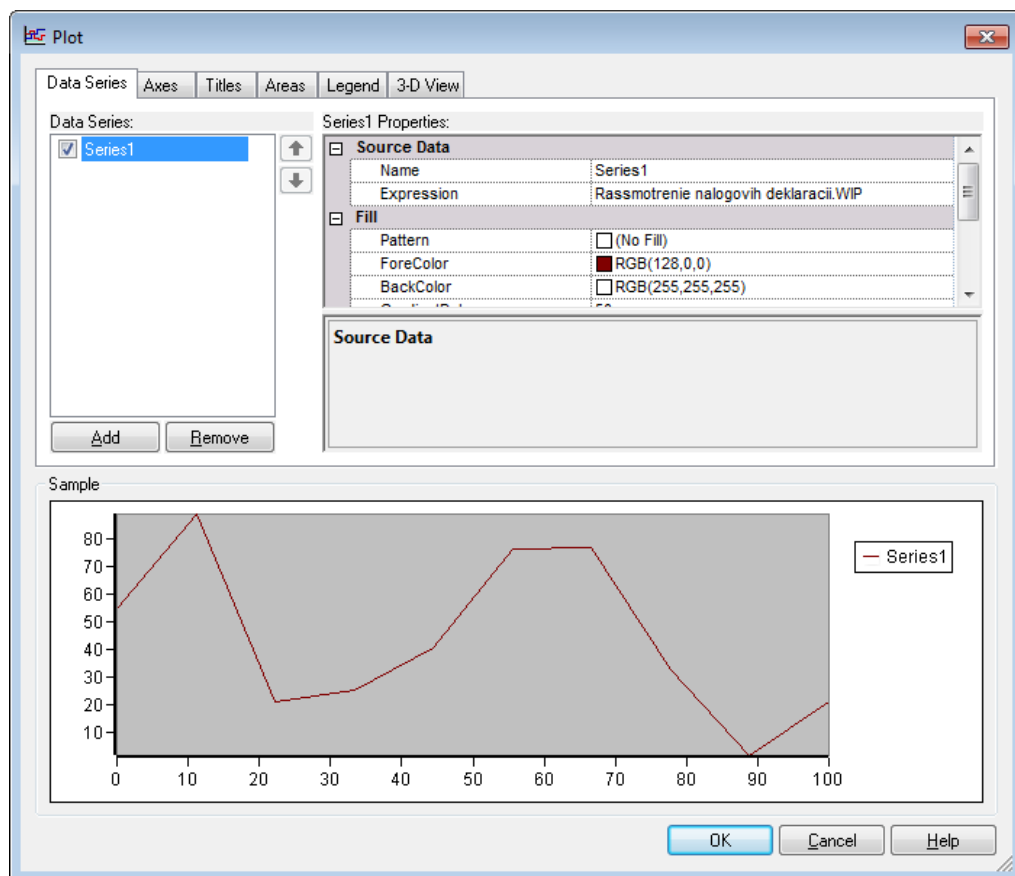

Рис. 14. Диалоговое окно Plot
3. В появившемся окне в поле **Expression** введите **Rassmotrenie nalogovih deklaracii.WIP** (Рис. 14).
4. В разделе **Series1 Properties 1** выберите строку **Expression** В появившемся окне в поле **Expression** введите **Rassmotrenie nalogovih deklaracii.NumberIn** и исправьте **NumberIn** на **WIP** (рис. 14).